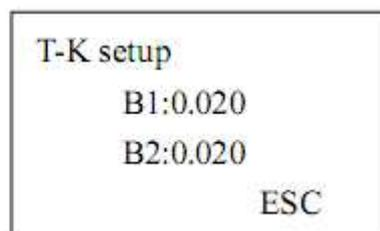

рис.6
(2) **T-k** – установка коэффициента температурной компенсации. Предназначен для коррекции по температуре в диапазоне 5~49.9 °C с приведением отображаемого значения электропроводности к 25°C. Выберите 'T-k' в главном меню и нажмите [↵] для настройки (см. рис. 6). Каждый градус отличия составляет ~2% (0.02). B1 соответствует коэффициенту компенсации по входной воде, B2 – по пермеату. В большинстве случаев коэффициент B2 не требует изменений (по умолчанию 0.020/°C). Если коэффициент компенсации установлен равным 0, компенсация не осуществляется.